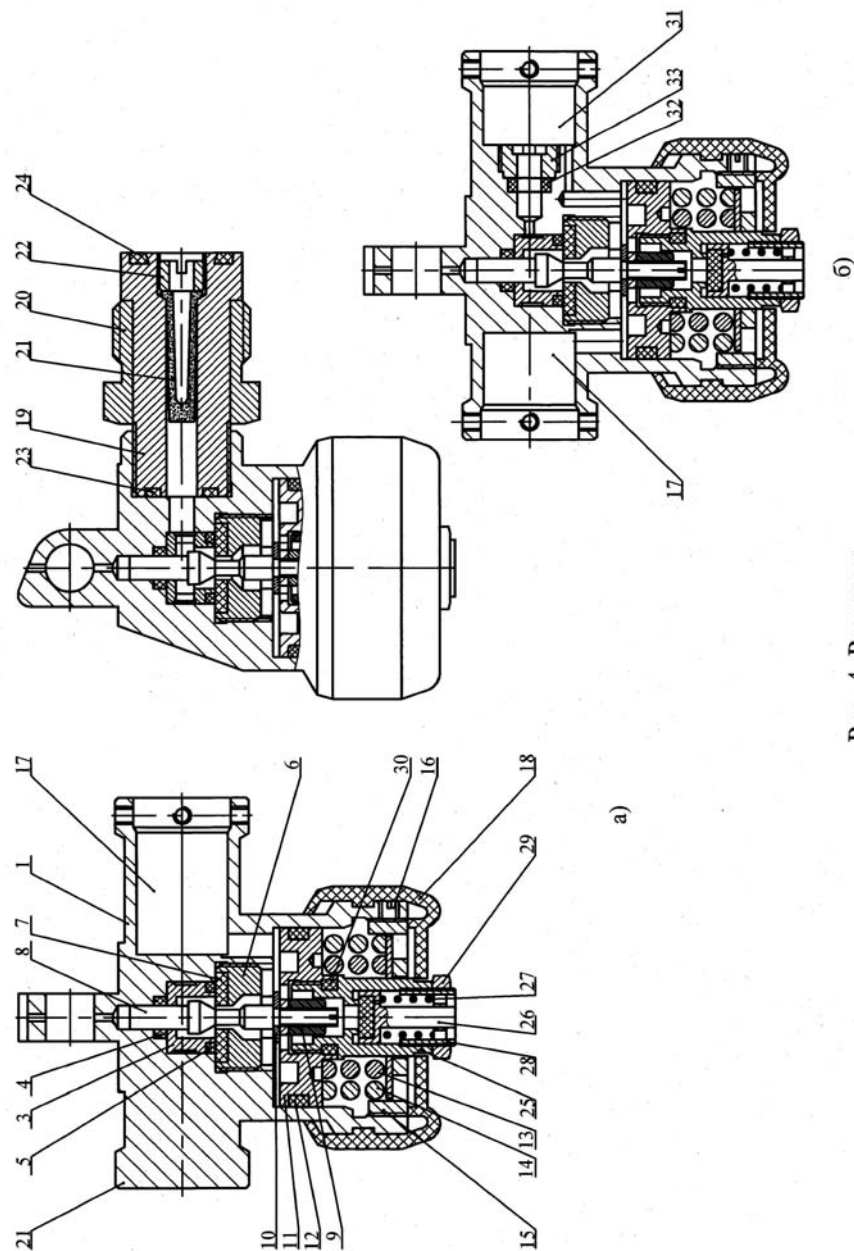

Рис. 4 Редуктор
1.4.3 Редуктор (рис. 4а) поршневой, уравновешенного типа предназначен для преобразования высокого давления воздуха в баллоне до редуцированного давления.
Отличие редуктора-УС (рис. 4б) заключается в том, что в его корпусе имеется гнездо 31 с уплотнительным кольцом 32 и винтом 33 для подсоединения переходника с сигнальным устройством.